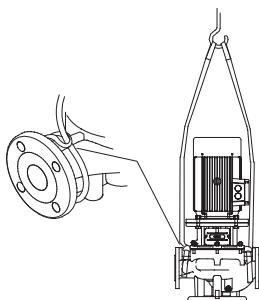

Рис. 1
- ① Насосы без подъемных проушин следует поднимать с помощью нейлоновых ремней. Fig.1